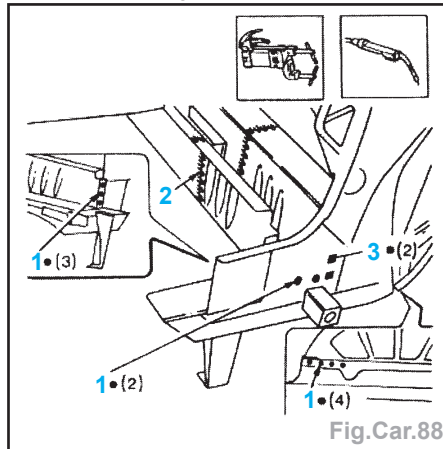

Fig.Car.88
- Effectuer des soudures (Fig.Car.88) :
- par points (1),
- en continu (2),
- en remplissage (3) dans les trous.